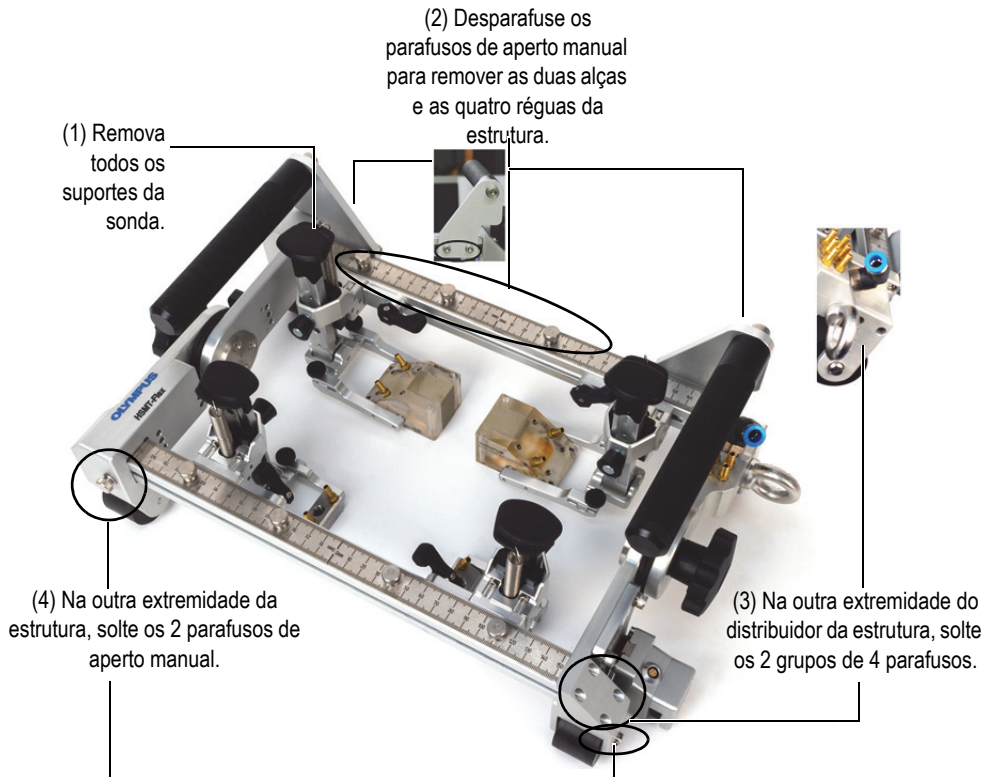

Figura 2-28 Substituir as seções da barra da estrutura
Consulte a Figura 2-28 na página 57 para as etapas lógicas.
1. Remova todos os suportes da sonda (Figura 2-28 na página 57 [1]).
2. Desparafuse os parafusos de aperto manual para remover as duas alças e as quatro réguas da estrutura (Figura 2-28 na página 57 [2]).
3. Use a chave hexagonal apropriada para soltar e remover os dois grupos de quatro parafusos na extremidade do distribuidor da estrutura (Figura 2-28 na página 57 [3]).
4. Remova manualmente os dois parafusos de aperto manual na outra extremidade da estrutura (Figura 2-28 na página 57 [4]).